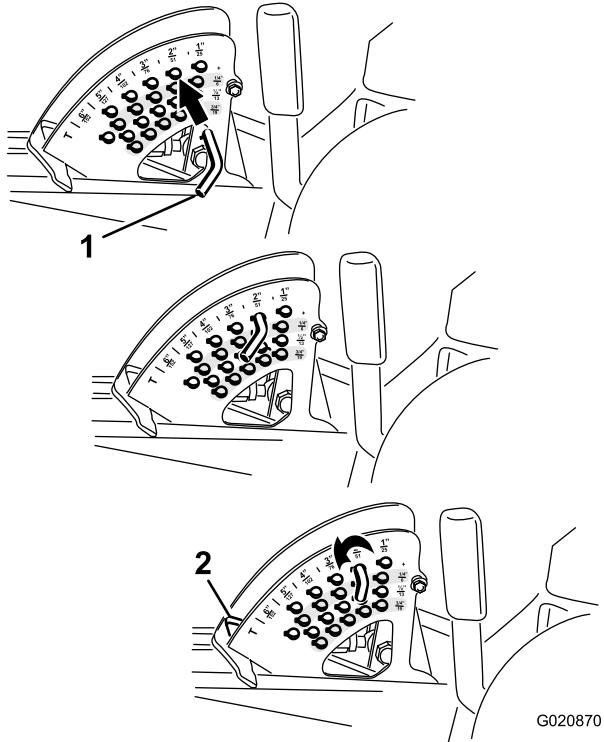

Figura 20
Nota: Para bloquear a plataforma do cortador numa posição elevada, levante a plataforma passando a posição de 15,2 cm, retire o pino de bloqueio da altura de corte e coloque o pino na posição da altura de corte de 15,2 cm (Figura 20).
2. Para ajustar, rode o pino de bloqueio até que o pino do mesmo fique alinhado com as ranhuras nos orifícios no suporte da altura de corte e remova-o (Figura 20).
3. Selecione um orifício, no suporte da altura de corte, que corresponda a altura de corte desejada, insira o pino e rode-o para o bloquear no lugar (Figura 20).
Nota: Existem quatro filas de posições de orifícios (Figura 20). A fila de cima dá-lhe a altura de corte indicada por cima do pino. A segunda fila dá-lhe a altura de corte indicada mais 6 mm. A terceira fila dá-lhe a altura de corte indicada mais 13 mm. A fila de baixo dá-lhe a altura de corte indicada mais 19 mm. Para a posição de 15,2 cm só existe um orifício, colocado na segunda fila. Isto não acrescenta 6 mm à posição de 15,2 cm.